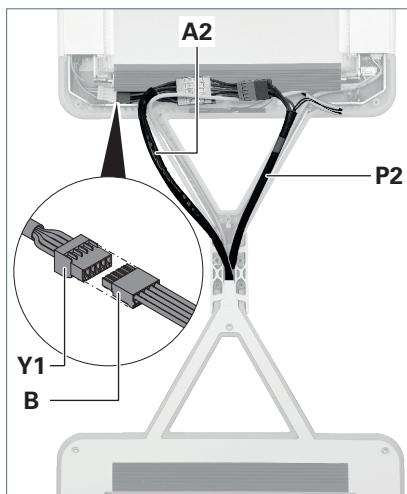

Fig. 16: Collegare la linea di alimentazione.
- ▶ Rimuovere la morsettiera a perno **Y1** dallo scomparto sotto il corpo refrigerante nella testa dell'apparecchio 1, vedere Fig. 16.